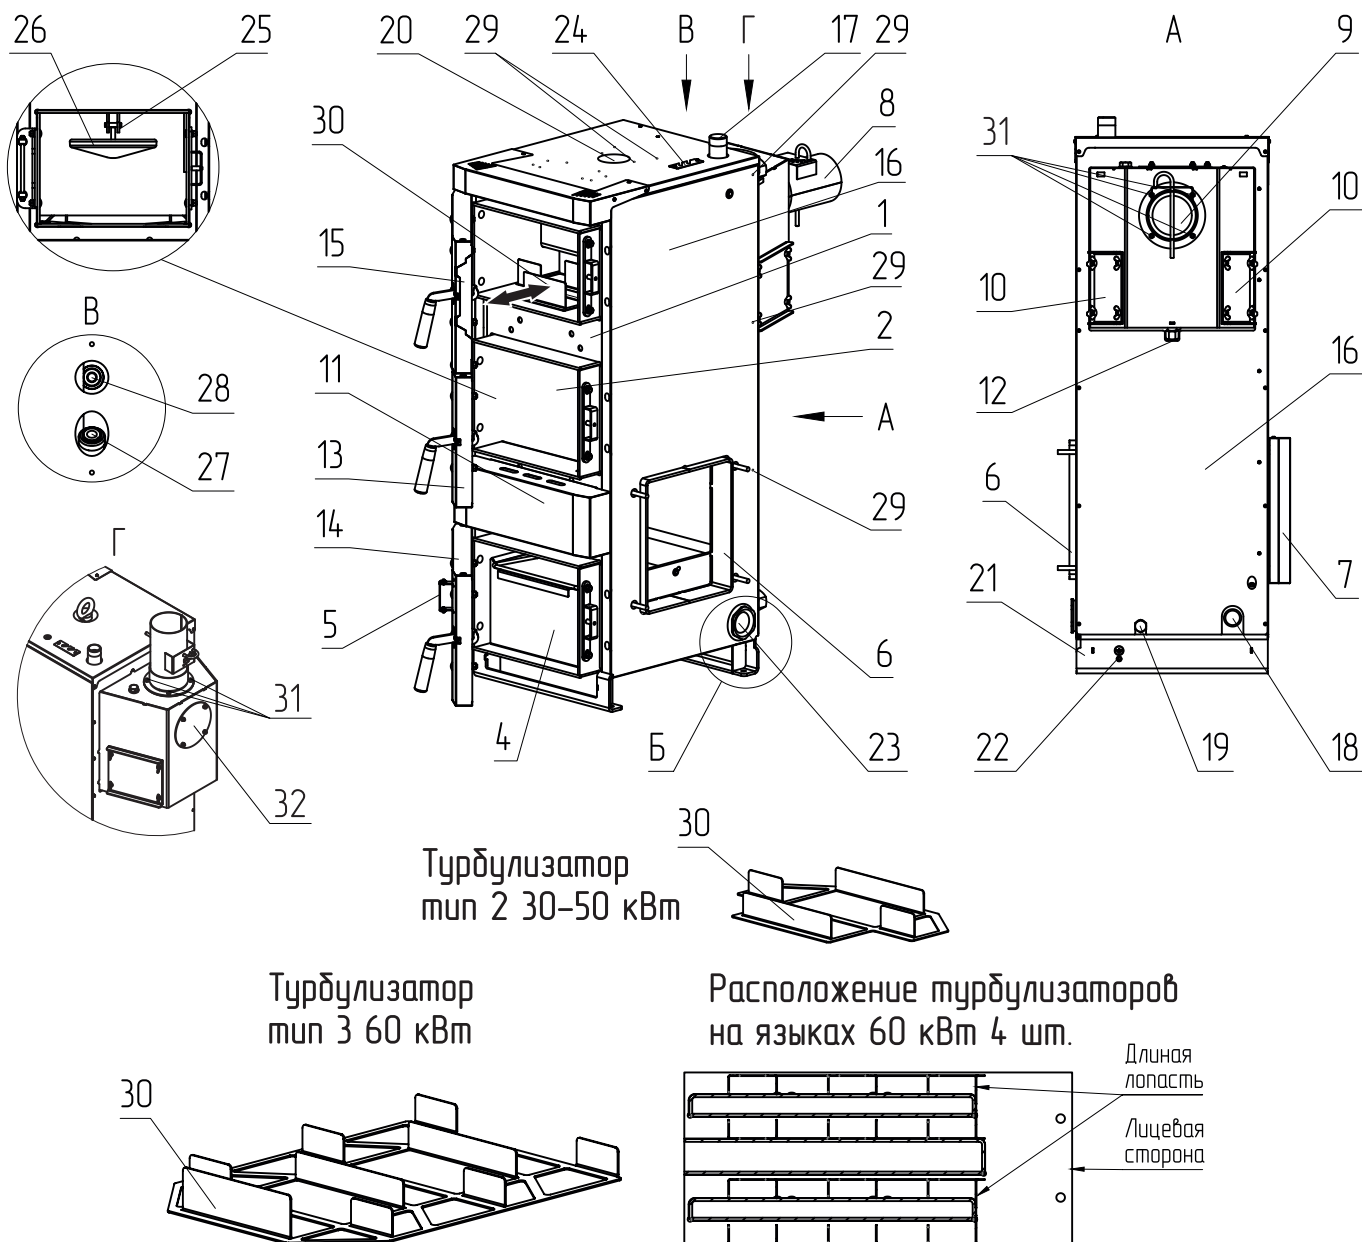

Рис.2 Конструкция теплообменника котла «ЭНЕРГОКОТЕЛ-М»
- Блоки ТЭН могут быть установлены вместо заглушки в нижней части котла (**Рис.2, поз.23**);
- Датчик температуры пульта ПУ ЭВТ - И1 необходимо установить в гильзу (**Рис.2, поз.24**).